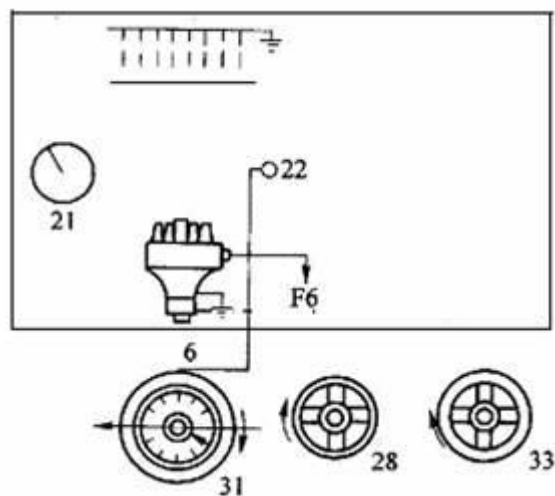

图 3—5 分电器真空提前机构试验操作图
(1) 在上述离心提前试验的基础上，将分电器转速稳定在 1000r/min ，调整分度盘，使某一个火花处于分度盘零点位置上。
(2) 抽动机械真空泵 33，见图 3 - 5，观察真空表 21 在各个规定的真空度下，点火提前角是否符合标准。标准为：真空度在 13.3Kpa 、 26.6Kpa 、 46.6Kpa 、 53.3Kpa 时，离心提前角分别为 $1 \sim 2.5^\circ$ 、 $3 \sim 5^\circ$ 、 $5.5 \sim 8^\circ$ 、 $5.5 \sim 8^\circ$ 。